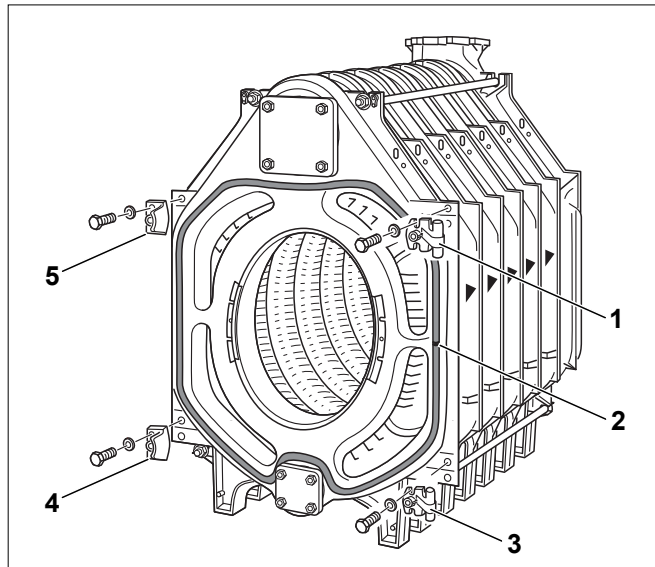

Рис. 31 Установка шарнирных крюков и запорных планок
- ▶ Через 15-20 см нанесите несколько капель клея в пазы для уплотнения (рис. 31, [2]) на передней секции (рис. 31).
- ▶ Уложите шнур GP в паз передней секции. При этом место стыка уплотнительного шнура должно быть сбоку (рис. 31, [2]).
- ▶ Закрепите шарнирные крюки двумя болтами М12 x 55 к передней секции (рис. 31, [1] и [3]) (правая навеска). Для навески дверцы слева закрепите крюки соответствующим образом с левой стороны.
- ▶ Закрепите соединительные планки со скосами для дверцы горелки (правая навеска) двумя болтами М12 x 55 к передней секции (рис. 31, [4] и [5]). Для навески дверцы слева закрепите планки соответствующим образом с правой стороны.